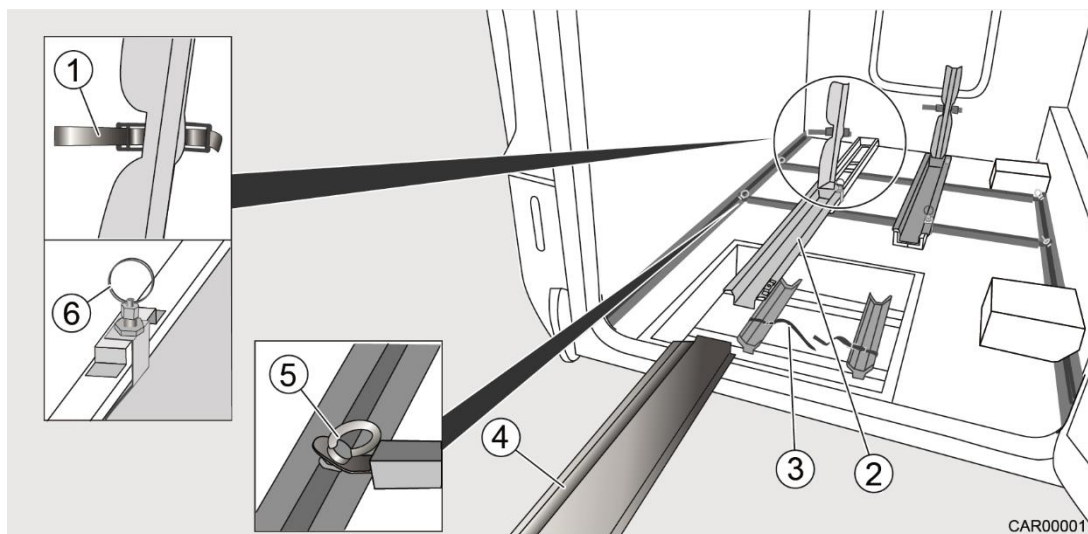

Fig. 3 Barres de fixation dans le garage à vélo électrique
2. Sortir le rail d'accès (Fig. 3/4) du garage et le positionner devant le rail coulissant souhaité (Fig. 3/2).
3. Tirer la goupille de sécurité (Fig. 3/6) vers le haut.
4. Tirer le rail coulissant (Fig. 3/2) en dehors jusqu'à ce qu'il encliquette.
7. Glisser le vélo électrique sur le rail d'accès (Fig. 3/4) dans le rail coulissant (Fig. 3/2).
8. Fixer la roue arrière avec la courroie dentée (Fig. 3/1) au rail coulissant (Fig. 3/2).
9. Tirer la goupille de sécurité (Fig. 3/6) vers le haut.
10. Glisser le rail coulissant (Fig. 3/2) à l'intérieur jusqu'à ce qu'il encliquette. Ce faisant, guider le vélo électrique avec la main.
11. Fixer la roue avant avec la sangle d'arrimage (Fig. 3/3) sur le rail de fixation.
17. Si nécessaire, fixer le vélo électrique avec des sangles de serrage additionnelles aux œillets (Fig. 3/5).